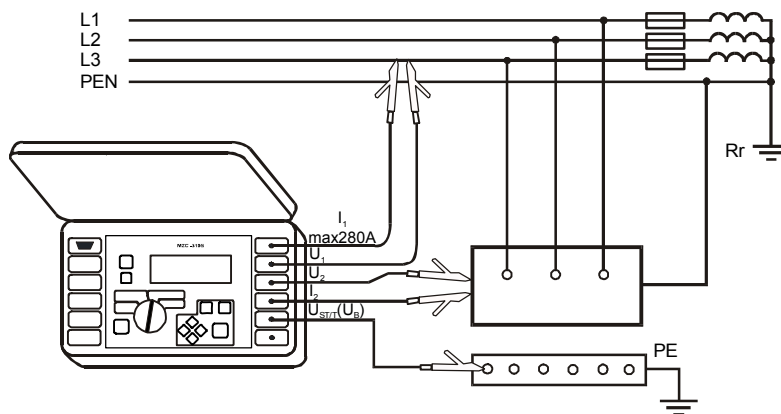
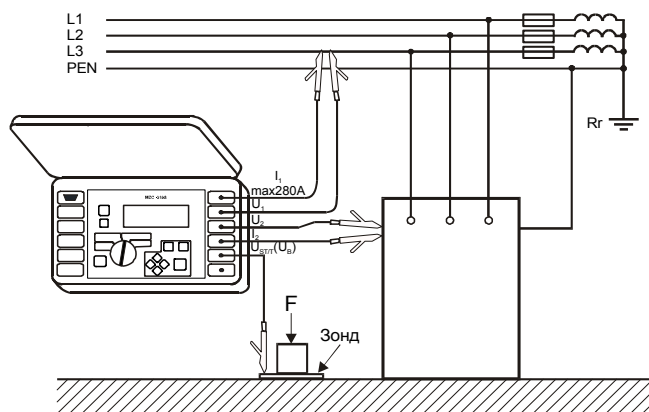

Рис.18. Измерение напряжения прикосновения  $U_{ST}$
Рис.19. Измерение поражающего напряжения прикосновения  $U_T$
При установленной функции измерения параметров петли короткого замыкания (2р либо 4р) прибор измеряет напряжение и частоту сети изложенным в пункте 7.6. способом. Их значение отображается внизу экрана. Индекс, обозначающий напряжение  $U$  указывает на вид измеряемого напряжения фазное -  $U_{LN}$ , межфазное -  $U_{LL}$ , либо значение напряжения превышает границы, в случае измерений согласно Рис.19. -  $U_T$ . Те же самые правила отметки касаются напряжения, отмеренного во время измерения полного сопротивления петли короткого замыкания.
- Подсоединить измерительные провода согласно Рис.18 для  $U_{ST}$  либо согласно Рис.19 для  $U_T$
Измерение поражающего напряжения прикосновения  $U_T$  происходит после коммутации в измерителе резистора значением 1 кОм между зажимами  $U_2$  и  $U_{STL}$  ( $U_B$ ). Резистор показывает сопротивление человека, а зажим  $U_{STL}$  ( $U_B$ ) соединяется с электродом (зондом), имитирующим ступни человека на основании полов помещения (Рис.19).